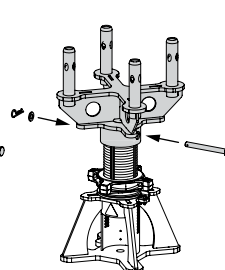

Fig. 23d
4. Fissare il raccordo UJC con il perno di collegamento. (Fig. 23d)
5. Infilare la rondella e assicurarla con l'inserto a molla. (Fig. 23d)